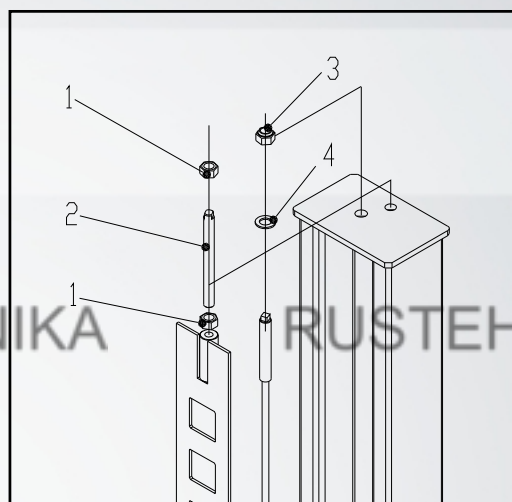

рисунок 5
6.7 УСТАНОВКА КОЛОНН (СМ. РИС. 5)
4. Установите гайку M20 (1/рис.5) на регулировочный стержень (2/рис.5)
6. Вставьте трос через отверстие сверху колонны и установите шайбу D.22 (4/рис.5) и гайку M22 (3/рис.5).